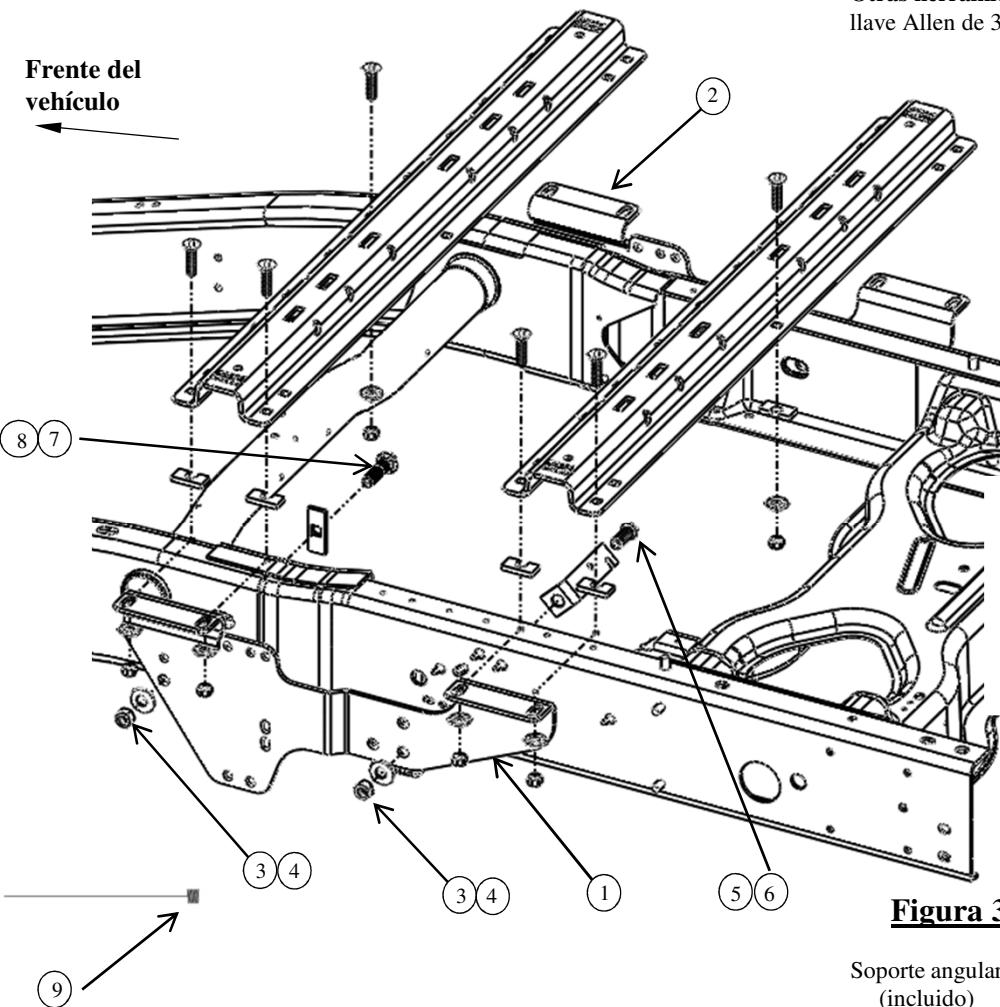
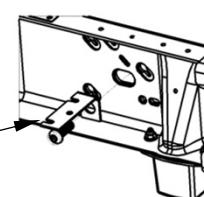

Figura 3
Figura 4c
Cuando instale según la Figura 3 y 6, durante la perforación proteja el tanque de combustible y los tubos de relleno, líneas de frenos y arnés de cables colocando un pedazo de metal entre el piso de la caja y los componentes que estén potencialmente en riesgo del lado del conductor. Esto impedirá que perfore en estos elementos.
7. Sujete los soportes del bastidor a los largueros del bastidor del vehículo como se muestra en la figura 3. Pase el perno de casquete (6) a través de la arandela cónica (4) y luego del interior de la ranura trasera del bastidor del vehículo. Coloque el soporte de montaje (1), la arandela cónica de (4) y la tuerca (3) y apriete a mano. En vehículos Pickups con controlador de freno OE, remítase al paso 2 de instalación para reubicar el enchufe con el soporte angular. Use el perno de casquete (6) para unir el soporte angular al interior del bastidor (ver Figura 4c) , el soporte angular irá entre la arandela plana y el bastidor.
8. La ranura delantera del bastidor del vehículo requerirá el uso del cable de halar (9) suministrado para instalar el perno de carroaje al interior del bastidor del vehículo. Pase el extremo enrollado del alambre a través del exterior del bastidor, halando lo suficiente para insertar el bloque de carroaje rectangular (8) y el perno de carroaje de 5/8" (7) en el cable de halar. Halar el cable hacia atrás a través del bastidor permitirá la instalación del soporte de montaje, la arandela cónica (4) y la tuerca (3). Apriete a mano la tuerca en su lugar.